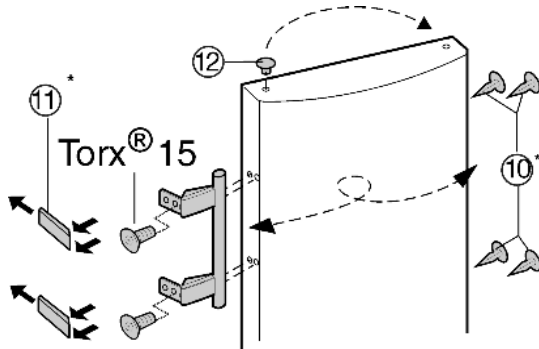

Fig. 9
- ▶ Stopfen Fig. 9 (12) aus der Türbuchse herausheben und umsetzen.
- ▶ Türgriff, Stopfen Fig. 9 (10) und Druckplatten Fig. 9 (11) abmontieren und auf die Gegenseite umsetzen.